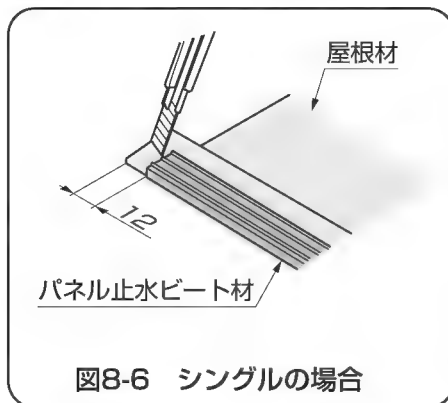

図8-6 シングルの場合
- ③ シングルの場合のみ、水上側のパネル止水ビート材が屋根材より12mm短くなるように切断してください。(図8-6参照)